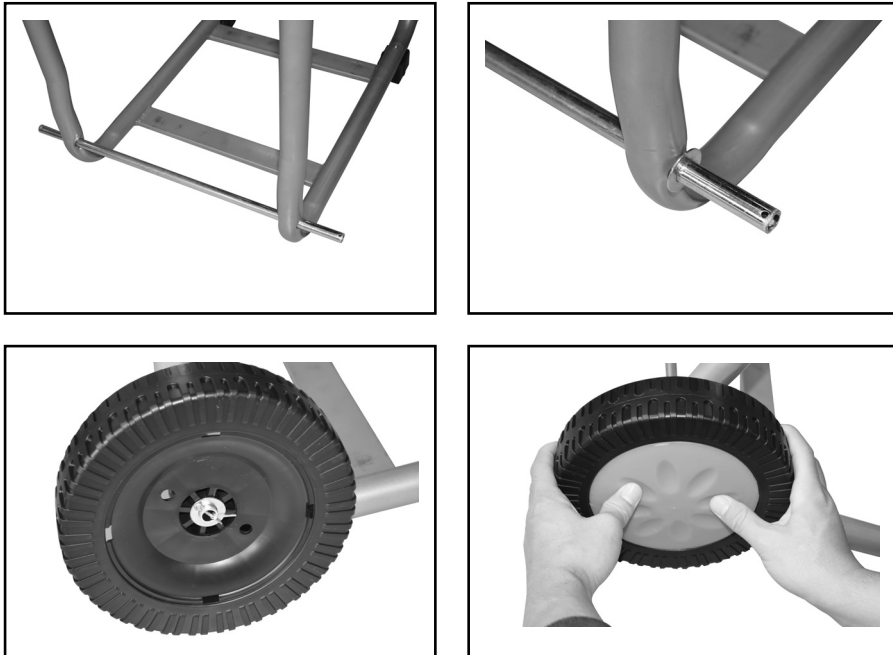

Abb. 6
4. Montieren Sie die Räder mit der Radwelle, vier Unterlegscheiben und zwei Anschlagstiften am Grundrahmen. Befestigen Sie die Radkappe durch Aufschieben von Hand (Abb. 6).